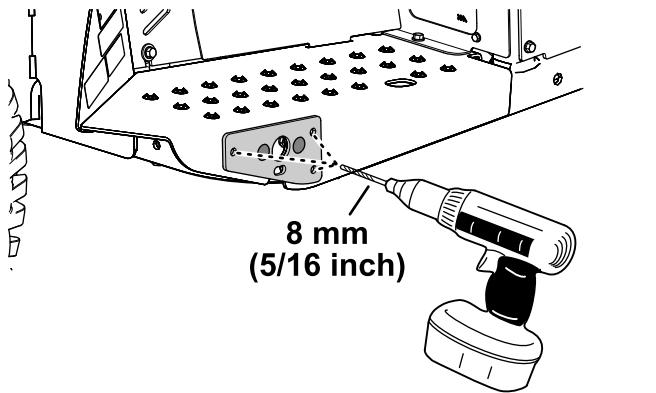

Figura 6
2. Usando el soporte de giro como plantilla, perfore 3 taladros de 8 mm (5/16") en la brida del reposapiés (Figura 6).